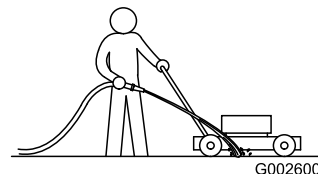

Figura 31
1. Collocate il tosaerba su una superficie piana pavimentata, con il motore acceso, e spruzzate un getto d'acqua davanti alla ruota **destra** posteriore (Figura 31).